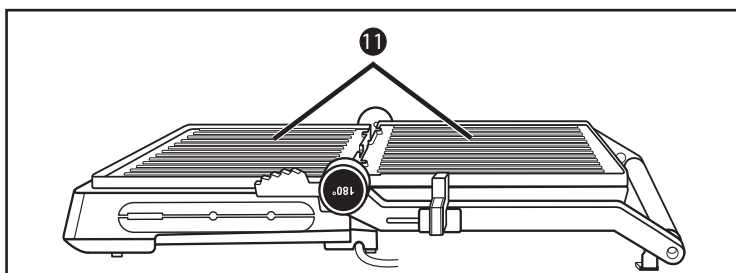

Bild 2
- 3) Värmeplattorna 11 ligger nu bredvid varandra och produkten kan användas som bordsgrill (bild 2).